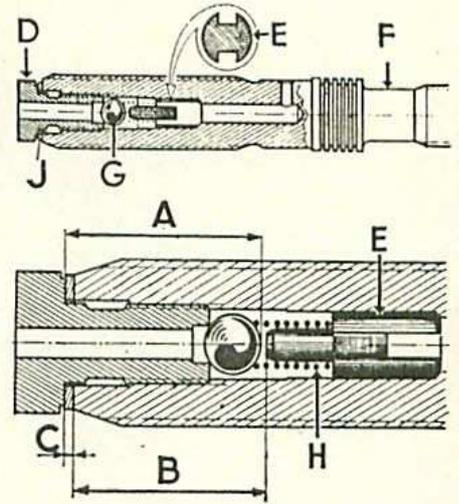

Fig. 18. — Vue en coupe d'un axe de pivot
L'enfoncement de l'axe de pivot est limité par une cote mesurée entre le plan de joint du couvercle et le dessus du siège de clapet (D) vissé à son extrémité (fig. 18).
- Placer cet axe (F) (fig. 18) dans un étau muni de mordaches de protection du filetage.
- Dévisser et déposer le siège (D) du clapet, en prenant soin de ne pas égarer les cales (J).
- Retirer l'axe de l'étau, le renverser sur un chiffon en le frappant doucement pour faire sortir la bille (G), le ressort (H) et la butée (E).
- Replacer l'axe (F) dans l'étau, huiler légèrement la butée (E) et la faire glisser dans son logement (la partie formant centrage du ressort orientée vers l'entrée de l'huile).